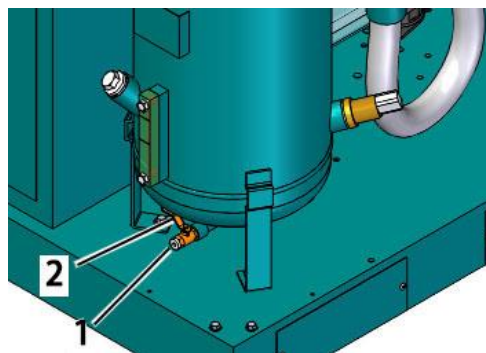

图 36 : 泄油口
6. 打开泄油口塞头(图 36/1)。
7. 打开泄油口(图 36/2)。
8. 关掉泄油口(图 36/2)。
9. 装上泄油口塞头(图 36/1)。